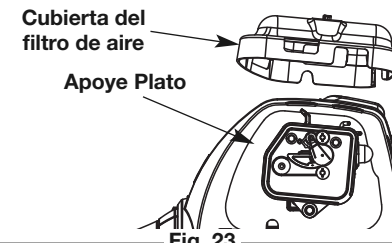

Fig. 23
5. Vuelva a instalar la tapa del filtro de aire. Coloque los ganchos en la cubierta del filtro de aire hasta la parte superior de la placa posterior y baje la cubierta del filtro de aire, de manera que el tornillo del filtro de aire quede alineado con el orificio del tornillo de la placa posterior (Fig. 23).